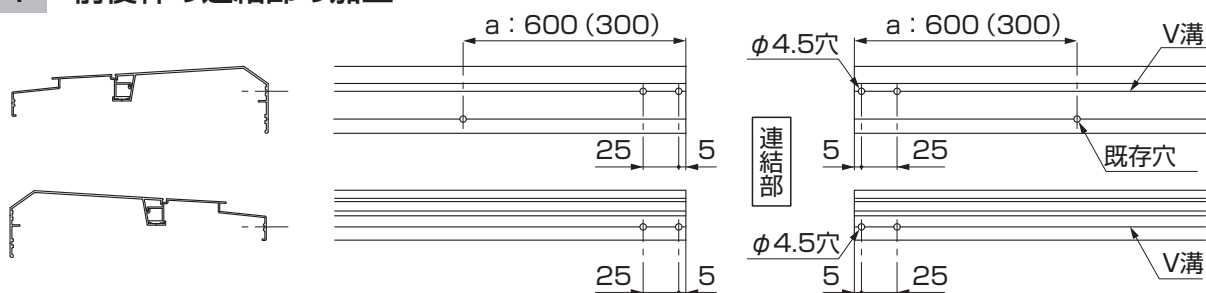

図5-1 前後枠 (水上) の加工
- ① 図5-1、図5-2を参照して、前後枠に穴加工をしてください。